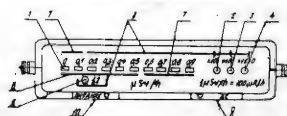

Рис. 1. Лицевая панель пульта УХ-56П.
5.6. Расположение и назначение органов индикации и управления приведены на рис. 1 и 2.